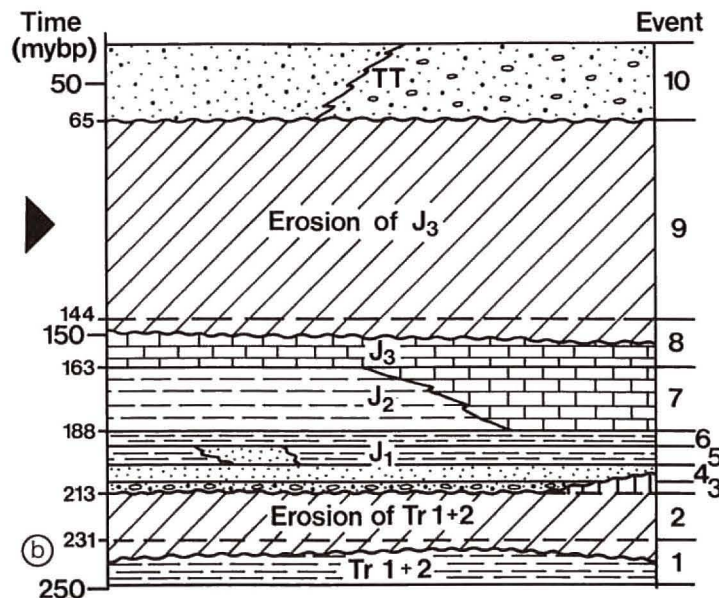

Fig. 2
- Non-deposition or hiatus (Fig. 2)
- Zeiten der Nichtablagerung oder des Stillstandes, die einem Hiatus entsprechen (Fig. 2).